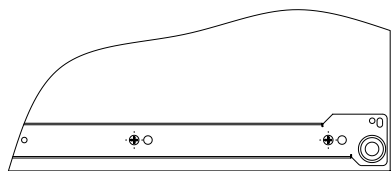

Рис.1
1. Подготовьте детали к сборке. При помощи винтов M5x10,5 установить на боковины 1, 2 направляющие длиной 250мм. **Внимание:** данные направляющие закрепляются во вторые (большие) отверстия (Рис. 1).